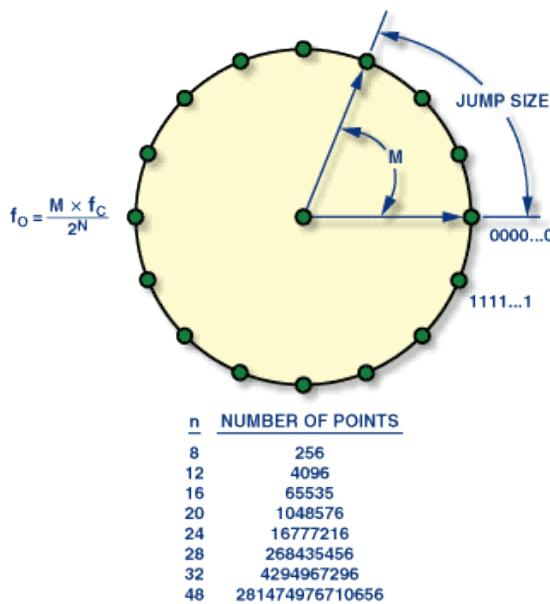

Figura 15. Rueda de fase digital. (Fuente: Analog Devices)
El **acumulador de fase (1)** tiene un **contador módulo M** que se incrementa con cada ciclo de reloj. Este **contador módulo M** determina el salto entre ángulos y determina cuántos puntos debe utilizar de la **rueda de fase digital** de la figura 15. El número total de puntos contenidos en esta rueda de fase está determinado por la **resolución del acumulador de fase (n)** y determina la resolución de ajuste del circuito DDS.